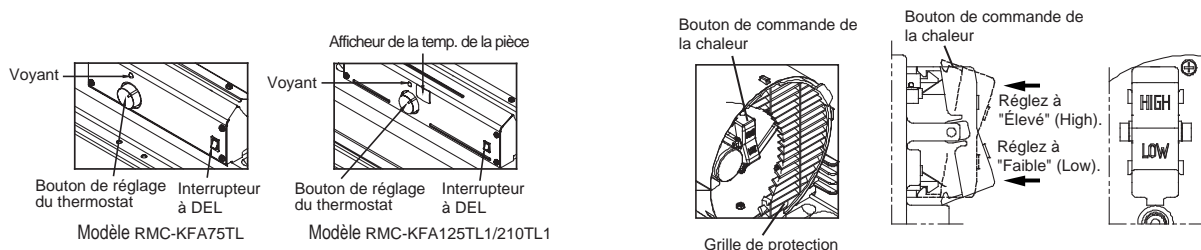

Figure 8. Boutons de réglage de tous les modèles
4. Tournez le bouton de CONTRÔLE DU THERMOSTAT à la température désirée (plage de réglage : de 4,4 °C à 43,3 °C) et appuyez sur le bouton de commande de la chaleur selon le niveau désiré "Élevé ou FAIBLE" (consultez la figure 8).